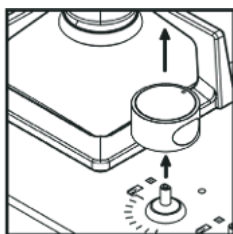

Fig.29
2. Retire la perilla del control halando hacia arriba, ver fig. 29.